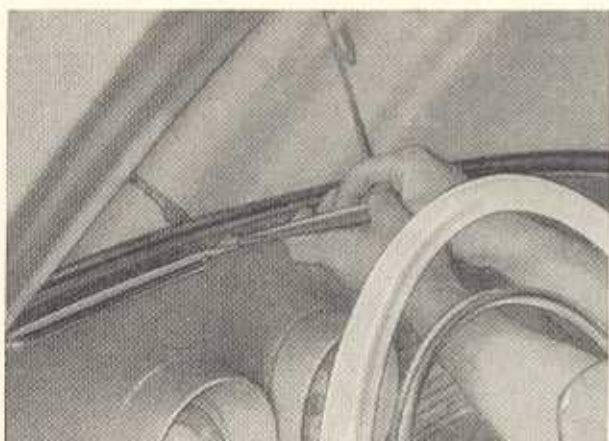

Bild K 21. Profilgummi beim Einsetzen der Windschutzscheibe unten in die richtige Lage bringen
- Die Sitzfläche der Windschutzscheibe in der Karosserie mit Paraffinöl oder Firnis einpinseln. Die Windschutzscheibe vollständig mit Abdichtgummi in der Karosserie zuerst unten einsetzen, dann links und rechts gleichmäßig eindrücken. Dabei muß eine zweite Person im Wagen sein und darauf achten, daß der Abdichtgummi richtig sitzt (Bild K 21).